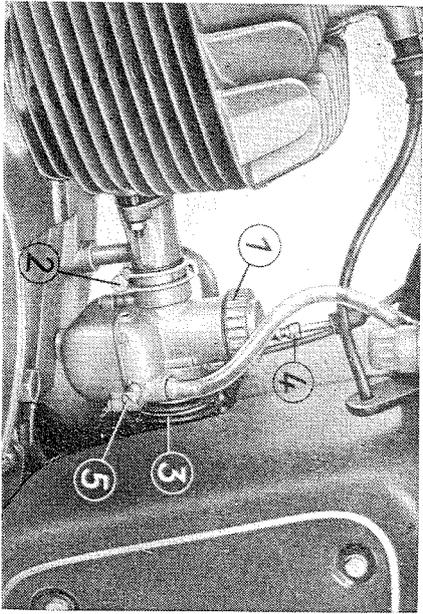

Fig. 18. Déposer les carburateurs 22 N 1-3 (T/S 125) ou 21 N 1-1 (T/S 150)
Dévisser l'écrou de fermeture (1) (fig. 18), extraire le chapeau de chambre de boisseau complet avec le boisseau des gaz. Puis, desserrer encore l'écrou de la vis de blocage (2) de la tubulure d'aspiration, détacher le jonc de serrage (3) du tube d'aspiration. Ceci fait, on